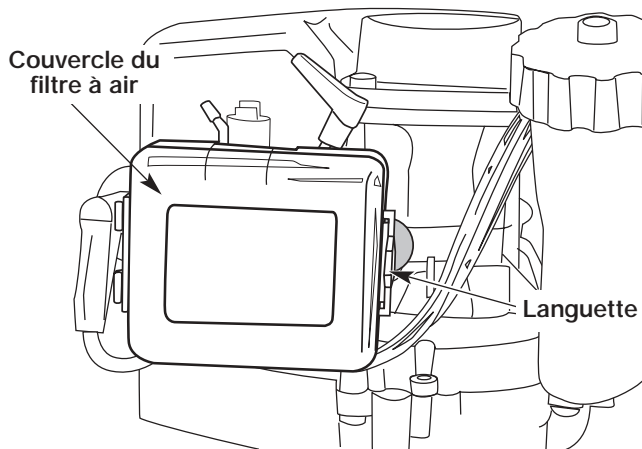

Fig. 7
1. Retirez le couvercle du carburateur/filtre à air en appuyant sur la patte située à la droite du couvercle (Fig. 7).
7. Réinstallez le filtre et le couvercle du filtre à air (Fig. 7).